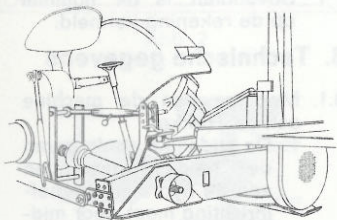

Abb. 9
B Parallelanhebung mit Oberlenker, Abb. 9
B. Parallel Lifting with top link (Fig. 9)
b) Relevage parallèle avec barre d'attelage supérieure, fig. 9.
b) Sollevamento parallelo con la guida superiore, fig. 9
b) Evenwijdig heffen met topstang, afb. 9